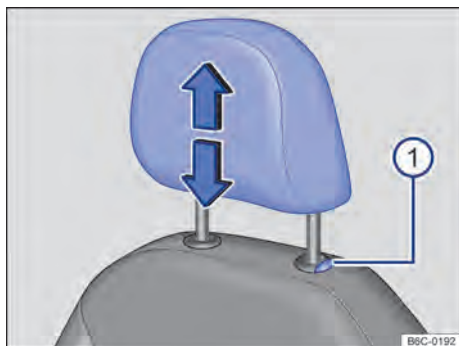
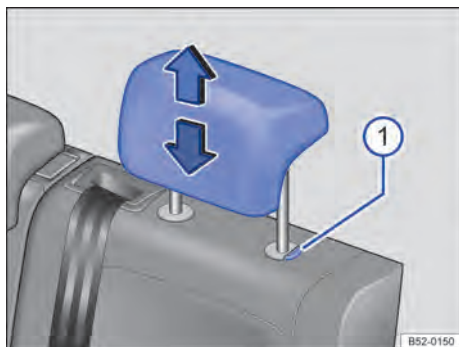

Fig. 66 Apoio para cabeça dianteiro: ajustar.
Fig. 67 Apoio para cabeça traseiros: ajustar.
- Deslocar o apoio para cabeça para cima ou para baixo na direção da seta com o botão → Fig. 66 ❶ ou → Fig. 67 ❶ pressionado → ▲ em *Introdução ao tema* na página 84.